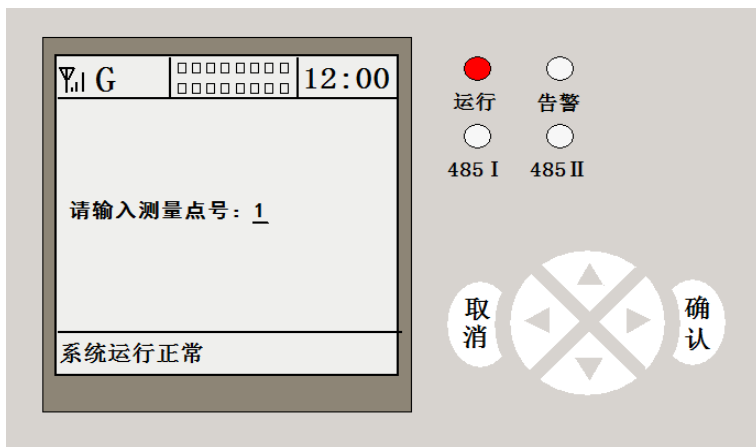
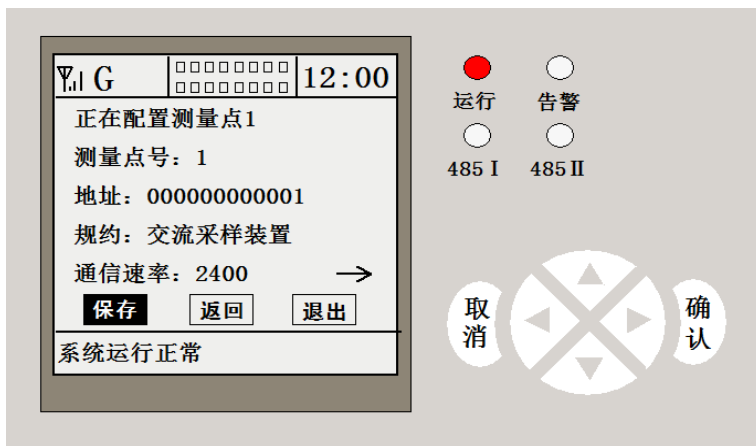

图 3 测量点的配置
图 4 测量点的配置
(1) 按确定键进入菜单，选择参数设置按确认进入，选择测量点的配置按确认进去配置界面（如图 3），输入配置的测量点号，然后按“确认”键进入电表测量点参数配置界面（如图 4），以下简要说明测量点主要参数配置方法：
① 测量点号：测量点 1 默认为本机，无需配置。用户配置电表需从测量点号 2 开始，注意每次配置的测量点号不可重复；
② 地址：输入所接电表的电表地址；
③ 通讯规约：输入所接电表的通讯规约，支持抄读 DL/T 645-1997 规约和 DL/T 645-2007 规约的电表；
④ 通讯速率：输入所接电表的通讯速率。一般 DL/T 645-1997 规约速率为 1200，DL/T 645-2007 规约速率为 2400
⑤ 其他通信参数如：通信端口号、接线方式、额定电压、最大电流、CT、PT 倍率、数据位、校验位，用户可根据电表属性设置；
(2) 注意：电表地址、通讯规约、通讯速率必须设置正确，否则无法抄读电表数据。配置两台以上电表时，配置完成一台必须先保存再配置下一个测量点。
(3) 测量点配置完成两分钟后可以返回上一级菜单进入测量点数据菜单查看电表实时数据；